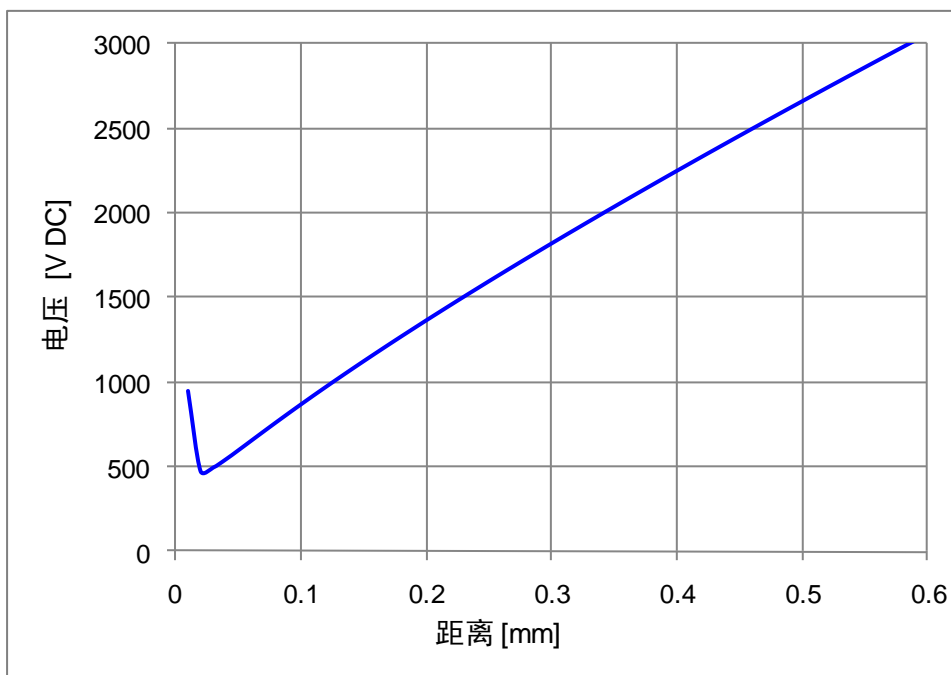

图 3 1 个大气压空气中的火花放电电压
在 1 个大气压的空气中，将式 (1) 绘制成图形，则如图 3 所示。电极间充满离子化的空气时，则会引起全部放电（火花放电）。